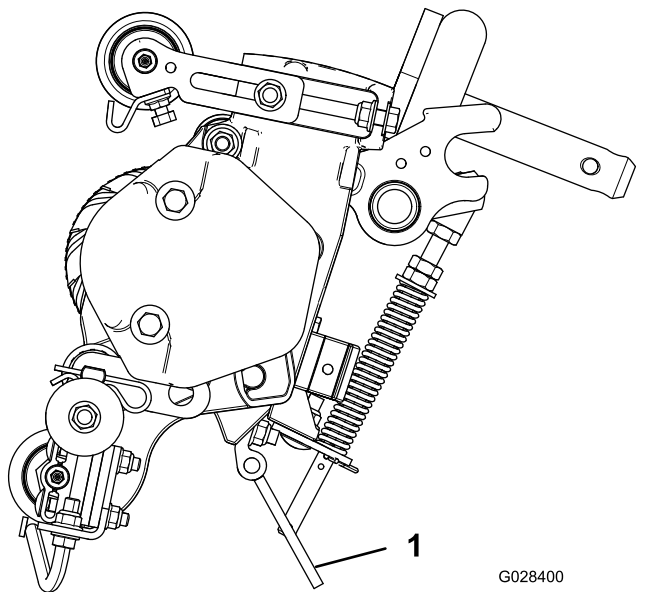

图 12
**注意** 如果切根刀必须翻转以露出切根刀刀片请使用支架随主机提供图 12。